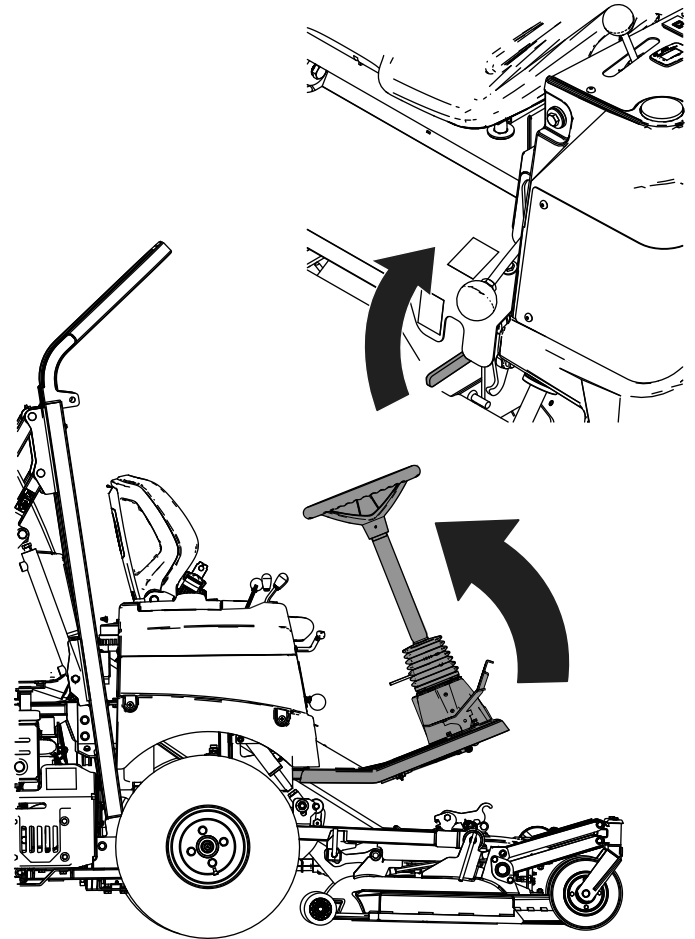

Figura 87
7. Levante la plataforma del operador hacia arriba y accione la palanca de bloqueo (Figura 87)